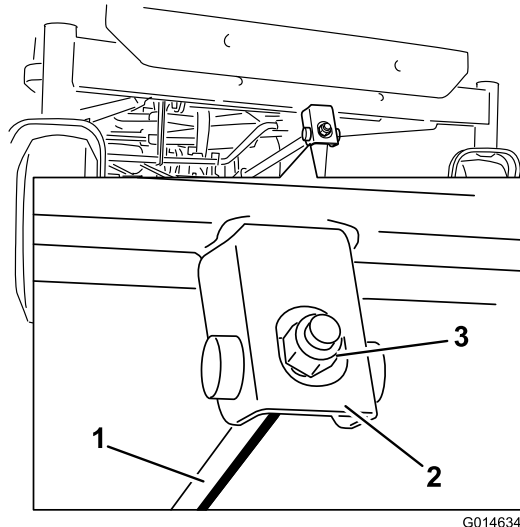

Figure 55
6. Pour régler l'inclinaison avant/arrière des lames, tournez l'écrou de réglage à l'avant du tablier de coupe (Figure 55).